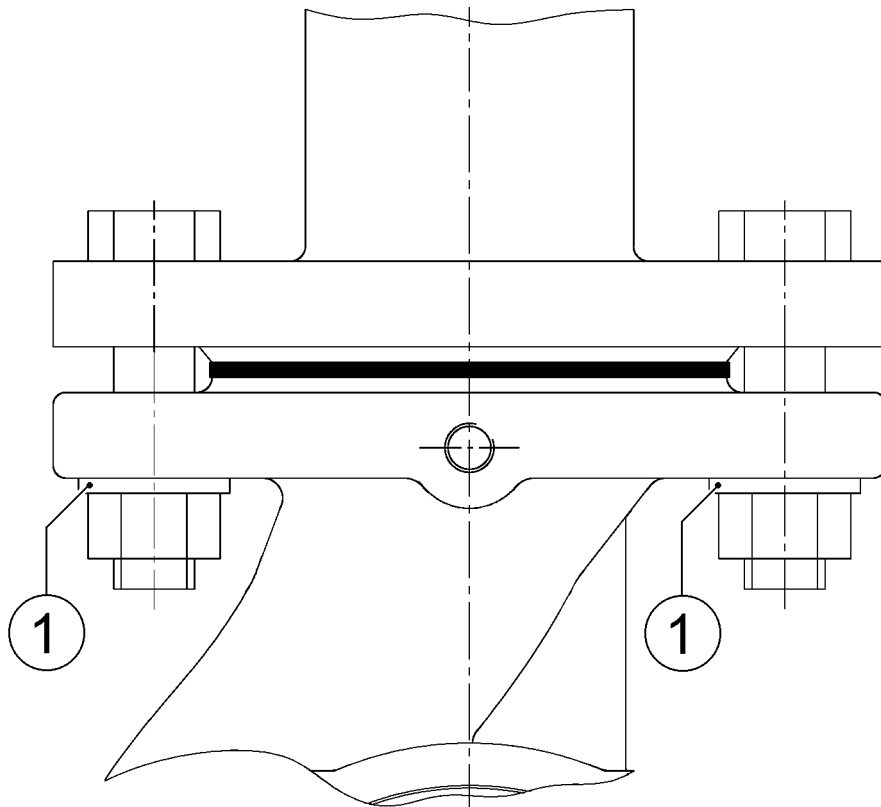

Fig. 4
- Przy montażu pompy z kołnierzami kombinowanymi PN6/10 należy przestrzegać następujących wytycznych (rys. 4):